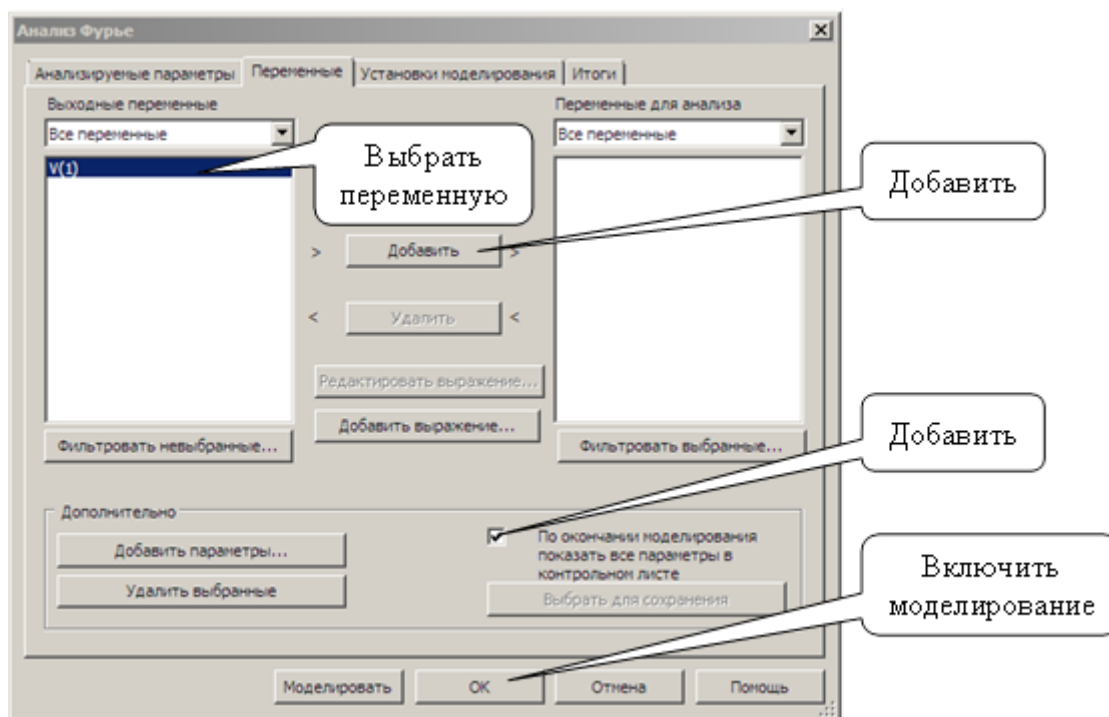

Рис. 8. Настройка вкладки «Переменные» диалогового окна «Анализ Фурье»
- на вкладке «Переменные» внести исходные данные в соответствии с рис. 8.